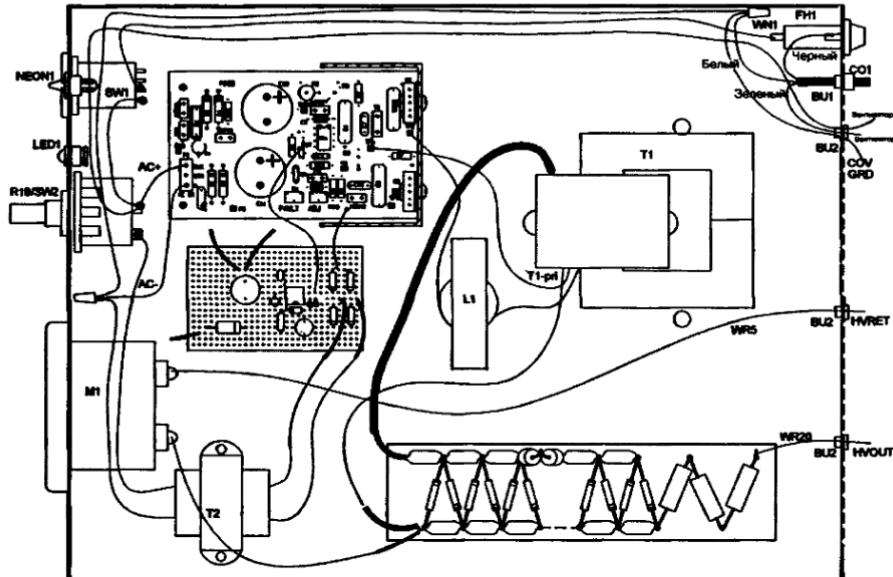

Рис. 8.10. Сборочный чертеж составных частей лазера с электрическими соединениями первой стадии
Черные точки показывают соединения внешних проводов, как показано на рис. 8.10 и 8.11
7. Выполните электрические соединения компонентов первой стадии сборки, как показано на рис. 8.10. Постарайтесь использовать имеющиеся выводы и наращивайте их с помощью проволочных винтов только в случае крайней необходимости. Внешние выходящие из корпуса провода должны иметь длину не менее 45 см и будут обрезаны до нужного размера при окончательной сборке. Используйте высоковольтный провод WR20 кВ длиной 90 см в качестве выходного провода высокого напряжения HVOUT. Используйте провод WR5 кВ длиной 150 см в качестве обратного провода высокого напряжения HVRET. Для других соединений используйте провод WR #20.